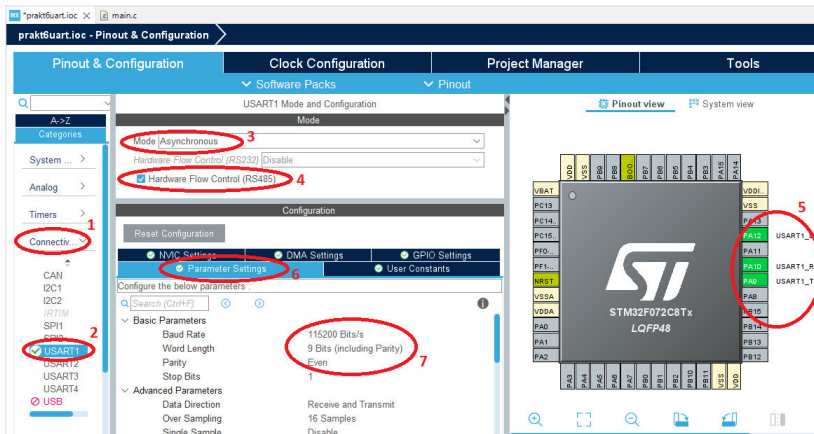

Рис. 4.7. Налаштування модуля USART для підключення до трансивера інтерфейсу RS-485
1. Створити новий проект в середовищі STM32CubeIDE. Налаштувати модуль USART на швидкість передачі 115200 біт/с, 8 біт даних, доповнення до парності, один стоп-біт в асинхронному режимі (рис. 4.7). Налаштувати керування сигналами DE та RE трансивера інтерфейсу RS-485.